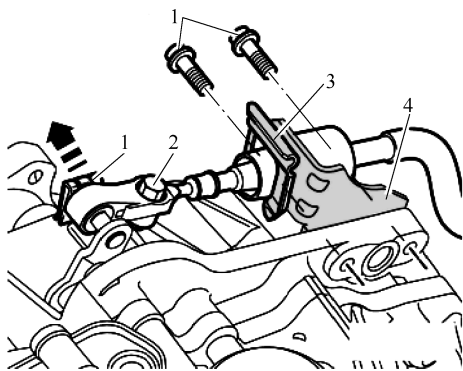

图 3-3-17 拆卸放松垫片
- 7) 松开防松垫片 1 和 3 并拆下, 并沿箭头方向将变速杆拉索从换档轴拨杆上脱开, 如图 3-3-17 所示。